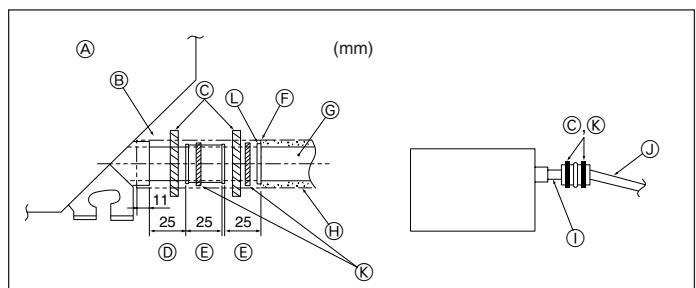

Fig. 3-5
1. Die Ablaßmuffe (mit der Anlage geliefert) an den Dränageauslaß anschließen. (Fig. 3-5) (Das Rohr mit PVC-Kleber ankleben und dann mit einem Band sichern.)